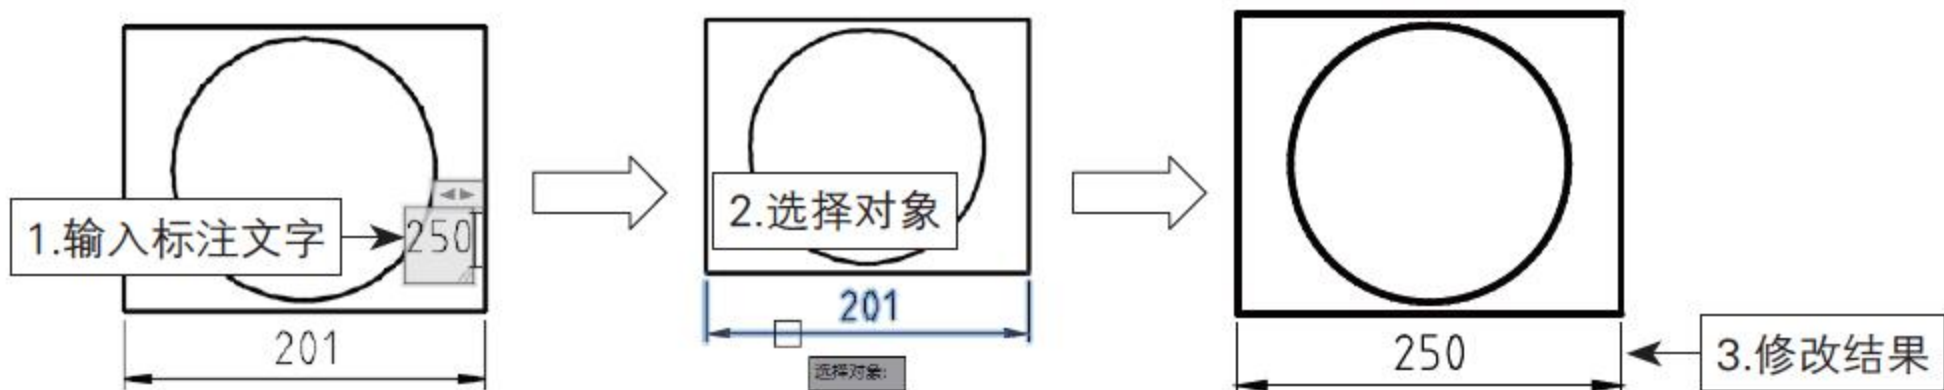

图5-131 新建标注文字
- 新建（N）：选择该选项后，弹出文字编辑器，选中输入框中的所有内容，然后重新输入需要的内容。单击【确定】按钮，返回绘图区域，单击要修改的标注，按Enter键即可完成标注文字的修改。操作过程如图5-131所示。